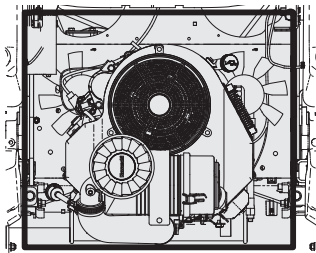

Figure 31
- Nettoyez le collecteur d'échappement, les fusibles, tous les câbles et faisceaux, le tuyau du silencieux, le bouclier du silencieux, les grilles d'admission du moteur et les ailettes de refroidissement, etc. (Figure 31).